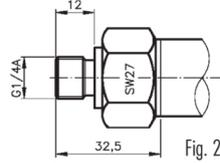
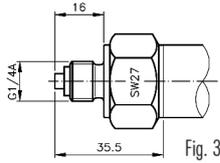
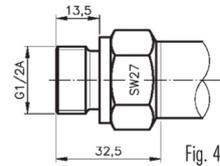
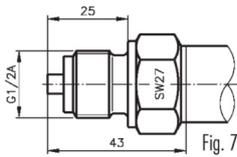

Fig. 2
Fig. 3
Fig. 4
Fig. 7
(4) Druckanschluss erhältlich ≤ 600 bar
(5) Kabeldose im Lieferumfang nicht enthalten
(6) Bitte bei Bestellung gewünschte Kabellänge und Medium angeben
(7) Nur mit Druckanschluss Fig. 2, Fig. 3, Fig. 4, Fig. 7 und Fig. 8